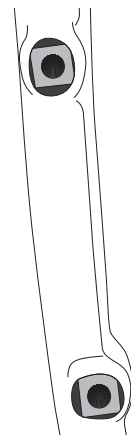

Fig.1
**ATENCIÓN: NOTA PARA MECÁNICOS ESPECIALIZADOS:** Para no montar las pinzas en una posición incorrecta con respecto a los discos o que se puedan inclinar demasiado después del uso, elimine del cuadro todo resto de pintura o aspereza de las superficies en las que se vayan a instalar las pinzas, es decir en la horquilla delantera (Fig. 1) y cerca de la funda inferior izquierda. Elimine también los posibles restos de pintura o asperezas de la superficie inferior de los orificios de la funda (Fig. 2), donde apoyarán las cabezas de los tornillos de fijación de la pinza trasera. Una pinza montada de manera incorrecta no puede centrarse con respecto al disco, lo que hace que el disco toque las pastillas originando problemas de funcionamiento.